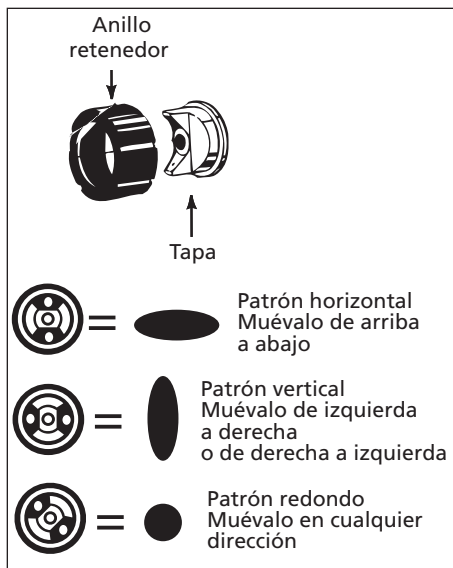

Figura 12 - Para ajustar el "tipo" de patrón
- Para ajustar el "tipo" de patrón de pintar, gire la tapa a la posición deseada. (Vea la Figura 12).